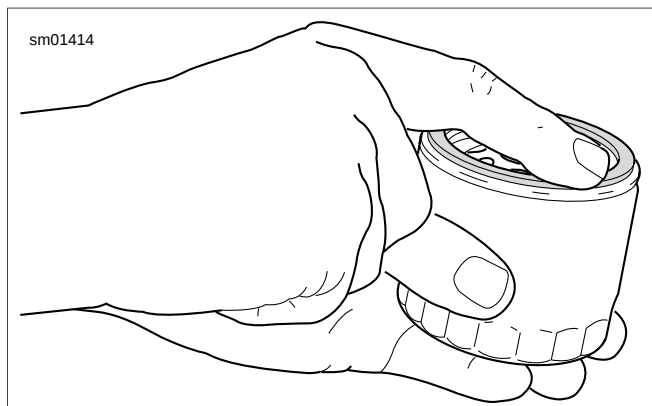

Figure 1-6. Lubrification du nouveau joint du filtre à huile
- Voir Figure 1-6. Lubrifier le joint du **nouveau** filtre à huile avec de l'huile moteur et installer le **nouveau** filtre. Serrer le filtre à huile à la main de deux tiers de tours à un tour complet une fois que le joint touche la surface de montage du filtre.